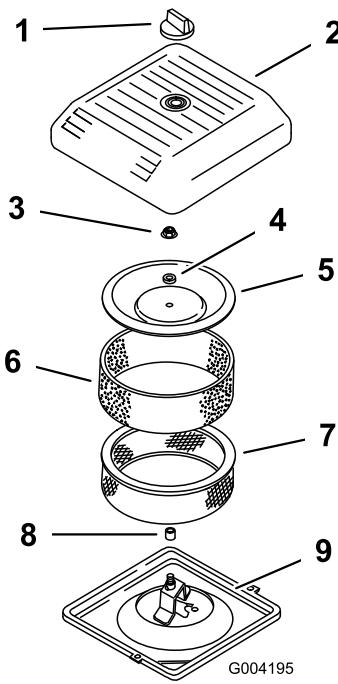

Figura 44
3. Svitate la manopola e rimuovete il coperchio del corpo del filtro (Figura 44).
4. Fate scorrere attentamente il prefiltrò in schiuma sintetica fuori dall'elemento di carta (Figura 44).
5. Svitate il dado del coperchio e rimuovete il coperchio, il distanziale e il filtro di carta (Figura 44).
2. Montate il gruppo filtro dell'aria sulla relativa base (Figura 44).
3. Montate il coperchio, il distanziale e fissatelo con il dado del coperchio (Figura 44). Serrate il dado a 11 N·m.
4. Montate il coperchio del filtro dell'aria e fissatelo con la manopola (Figura 44).